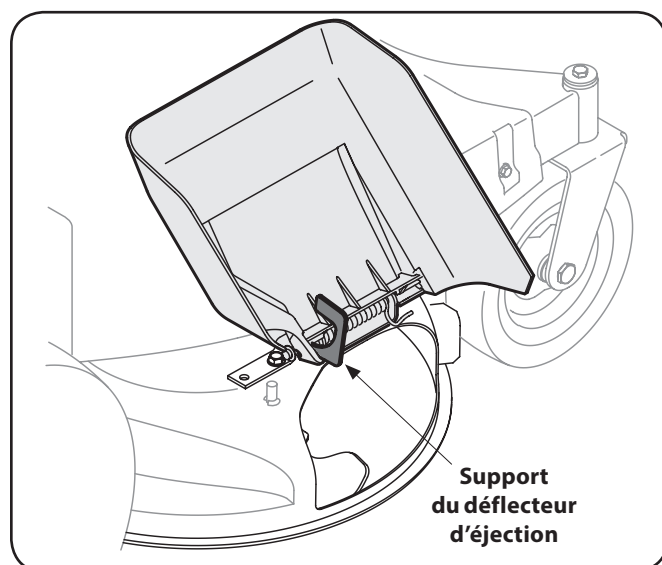

Figure 3-1
1. Repérez le support du déflecteur d'éjection, si présent, sur le côté droit de l'appareil. Voir Figure 3-1.